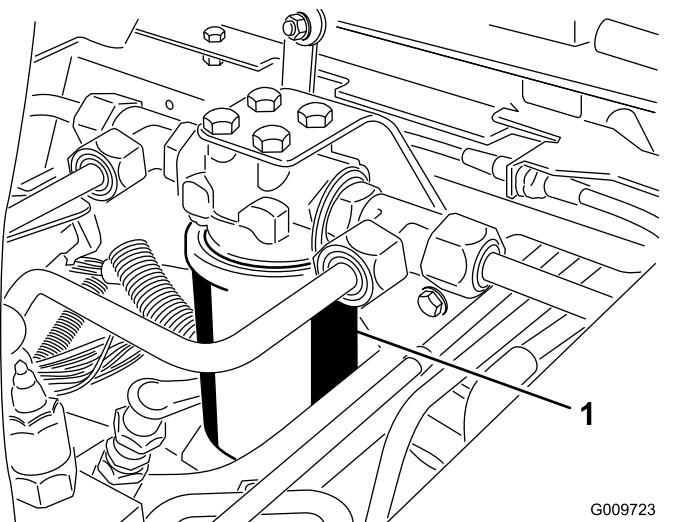
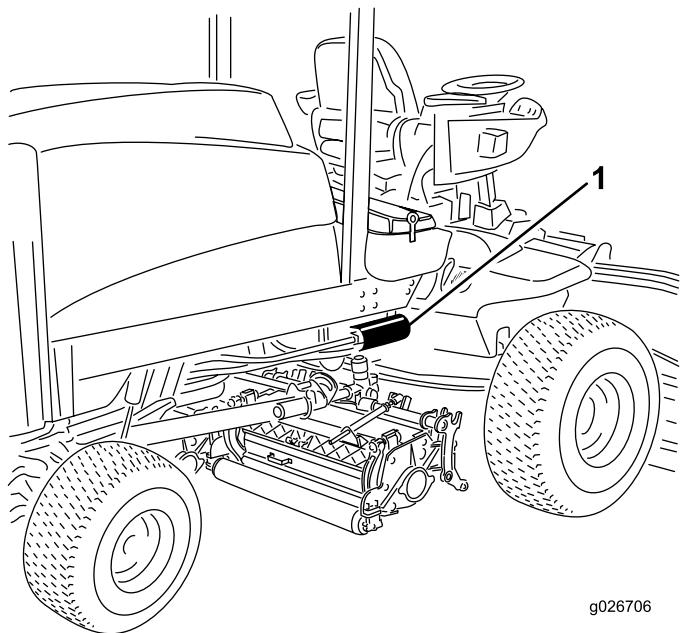

Figura 78
Figura 79
3. Coloque un recipiente debajo del filtro y retire el filtro (Figura 78 y Figura 79).